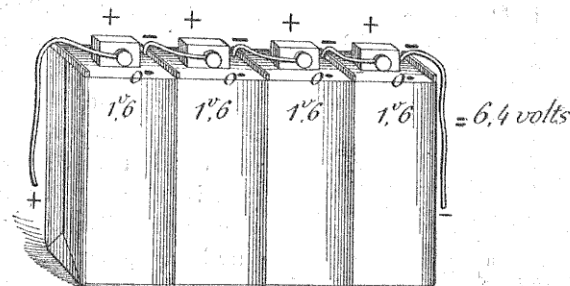
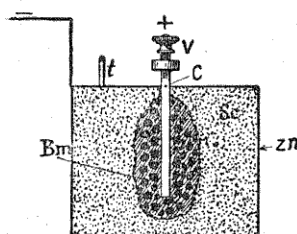

Fig. 78. — Batterie de quatre piles réunies en tension. -- O, orifice de dégagement des gaz.
Fig. 79. — Coupe schématique d'une pile sèche.
**Les piles.** — On s'est arrêté actuellement à un type à peu près unique de *pile*. Ce type se compose : 1° d'une boîte en zinc, portant une petite patte munie d'un fil et qui constitue le *pôle négatif* ; 2° d'un charbon de cornue plat dont la tête porte une vis et qui constitue le *pôle positif* ; 3° d'un sac en toile renfermant du bioxyde de manganèse ; 4° d'une poignée de sciure de bois imbibée d'une solution de chlorhydrate d'ammoniaque dans l'eau (fig. 79).
Le charbon est enfermé dans le sac de bioxyde de manganèse. En réalité, il est toujours nécessaire qu'il y ait un liquide baignant les éléments de la pile. Quand ce liquide est libre, on dit que la *pile* est à *liquide*. De ce type est la pile *Silicia*, 8, rue de Chateau-Landon, Paris. Le liquide est constitué par de l'eau acidulée d'acide sulfurique. Le pôle positif est un charbon, le pôle négatif, un crayon de zinc comme dans le type *Leclanché*. Le démontage et le remplacement faciles des éléments en font un modèle très apprécié. On appelle *piles sèches* les piles dans lesquelles ce liquide est immobilisé dans de la sciure de bois. Généralement, quatre éléments (fig. 78) semblables sont nécessaires à l'allumage d'un moteur. Ils
Au lieu de dire 1 *mètre*, disons 1 *volt*. Or, dans notre pile sèche (fig. 79), la différence de niveau électrique entre chaque réservoir, chaque pôle, est de 1 m. 6, pardon ! de 1 volt 6. Or, si nous réunissons, comme l'indique la figure 78, quatre éléments en *tension*, c'est-à-dire par leurs pôles de nom contraire, la différence de niveau de chaque élément va s'ajouter, et nous aurons finalement une différence entre le premier réservoir et le dernier qui sera le *total* des différences de niveau de chaque élément, soit 6 volts 4. Entre le premier pôle positif et le dernier pôle négatif,
L'eau rentrera par les petits trous ménagés dans la cire pour l'échappement des gaz de la pile (fig. 78, O) et redissoudra les sels. Il ne faut pas que la pile soit déchargée depuis longtemps. En cours de route, ce procédé peut avoir la plus grande utilité et fait remonter parfois une pile de 2 ampères à 4 et même 5 ampères.